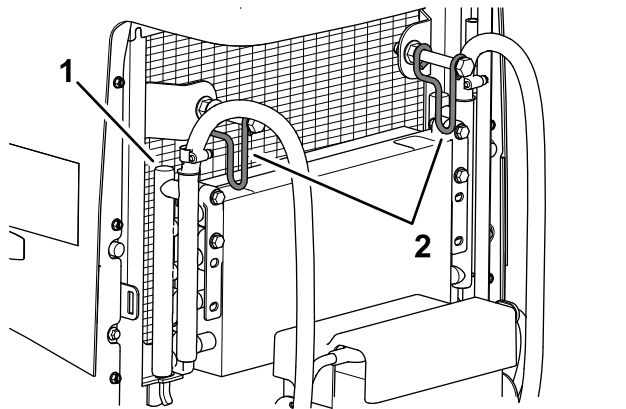

図 110
7. オイルクーラのラッチ2ヶ所を内側に押し解除し、クーラを傾ける **図 110**。